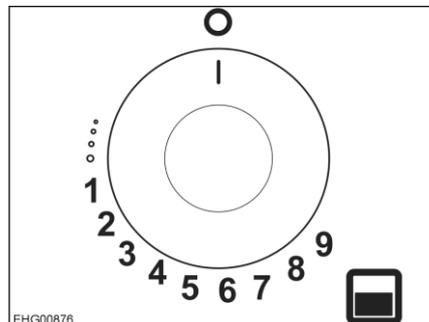

Fig. 130 Regulador giratorio para horno de gas
- Hundir el regulador giratorio (Fig. 130) y girarlo en sentido contrario a las agujas del reloj al nivel máximo (nivel de gas 9).